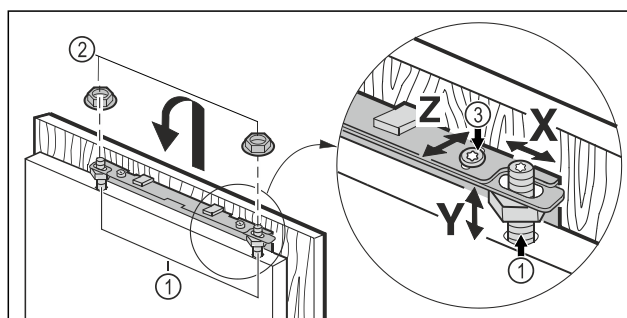

Fig. 46
- Akassza a szekrényajtót a beállító csapszegekre Fig. 46 (1), és lazán tekerje fel az ellenanyákat Fig. 46 (2) a beállító csapszegekre.
- Igazítsa be a szekrényajtó Y magasságát és oldalirányú dőlését: Szabályozza be a beállító csapszeget Fig. 46 (1) csavarhúzóval.
- Húzza meg az ellenanyákat Fig. 46 (3).